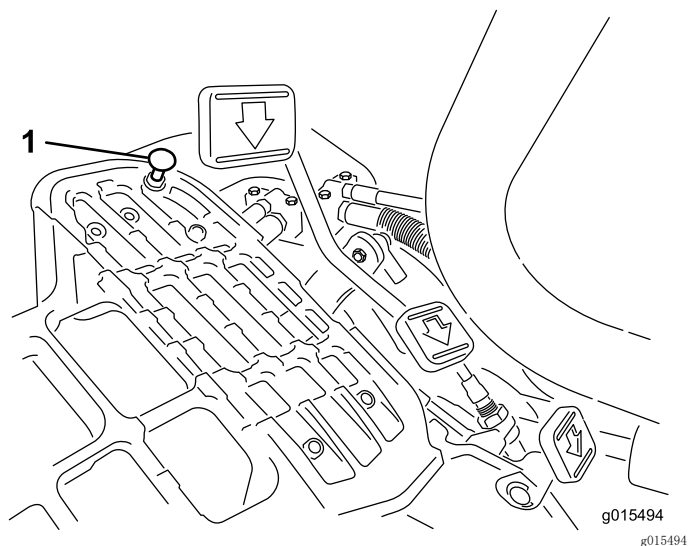

图50
向下踩驱动踏板。如果在拉线感到张紧力之前、踏板接触到限位器（图50）、则需要进行调整：
1. 松开将踏板限位器固定到底板上的凸缘头锁紧螺母（图50）。